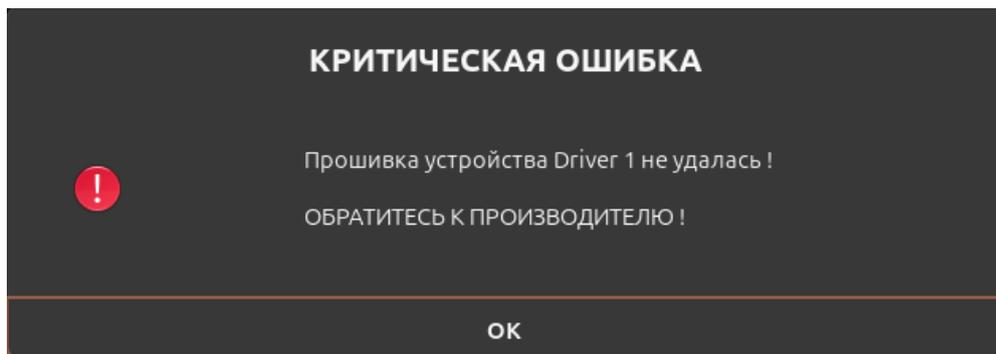

Рисунок II-39 – Уведомление о критической ошибке
- 7) Если повторное обновление прошивки пройдет не успешно, то отобразится уведомление о критической ошибке (см. Рисунок II-39).